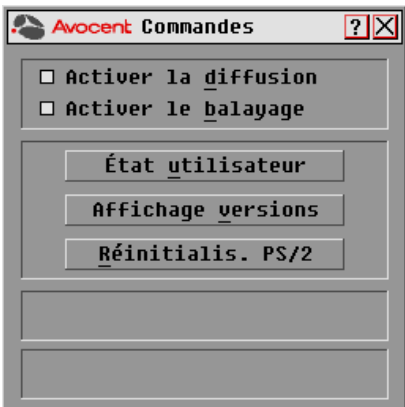

Figure 3.16 : Boîte de dialogue Commandes de l'interface OSCAR
2. Cliquez sur *Commandes* pour ouvrir la boîte de dialogue Commandes, comme indiqué à la Figure 3.16.